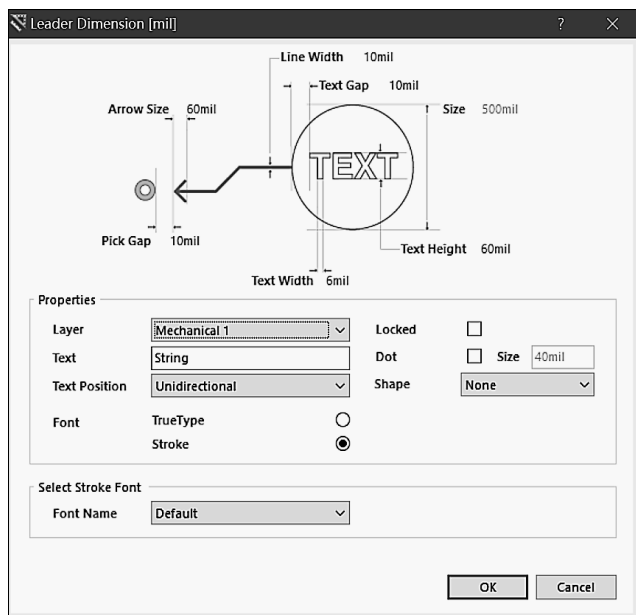
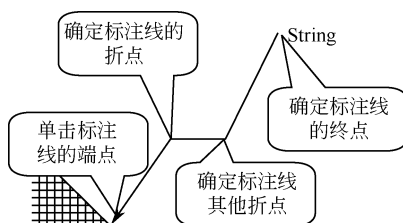

图 8-1-13 Leader Dimension 对话框
图 8-1-14 引线标注的过程
(1) 单击 Utilities 工具栏中的尺寸工具按钮，在弹出的工具栏中单击引线标注按钮，或执行菜单命令 Place→Dimension→Leader。
(2) 按【Tab】键，打开如图 8-1-13 所示的 Leader Dimension 对话框。该对话框部分参数设置与 Linear Dimension 对话框中的对应各项相同，可参考 Linear Dimension 对话框中的相应内容，与 Linear Dimension 对话框中不同的选项设置介绍如下。
(3) 在 Text 编辑框内输入要标注的文字。
(4) 确定要标注的位置，单击标注线的端点。
(5) 移动鼠标调整引线的长度，单击确定标注线的折点。
(6) 单击确定标注线其他折点的位置，所有折点确定后，在标注线的终点右击，确定标注线的终点位置，完成本次标注操作。标注过程如图 8-1-14 所示。